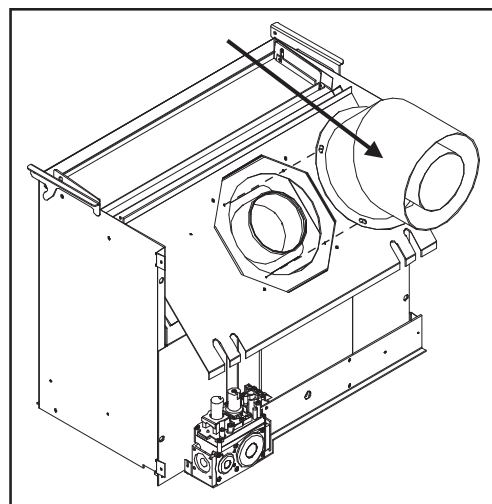

Figure 39: Etape 4 Conversion Top évacué dans arrièredéchargé.
4. Tournez le coude à la position de ventilation arrière et re-fixez avec les vis retirées à l'étape 2 (voir Figure 39).